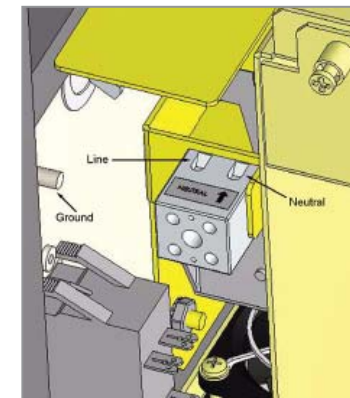

Abbildung 1 - Verdrahtung Netzanschluss
Schritt 4 Verdrahtung für Netzanschluss und Steuerung installieren (Abbildung 1).